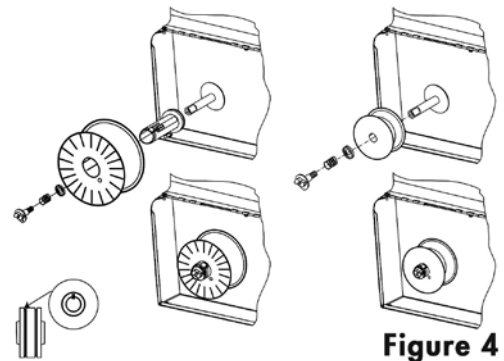
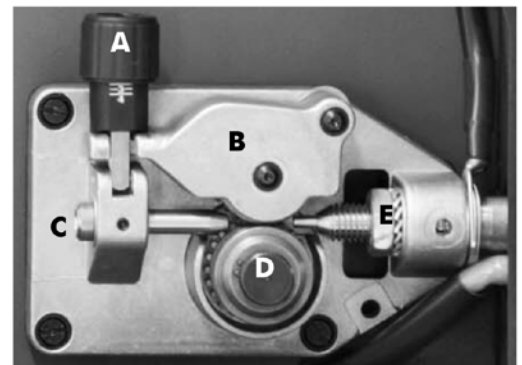

Figure 4
Figure 5
- Desserrez l'écrou du porte-bobine (tambour de frein) et retirez le ressort et l'anneau extérieur. (Fig. 4)
- Retirez la protection en plastique de la bobine (4) et placez la bobine de fil sur le porte-bobine.
- Desserrez et abaissez le bouton de plastique (A) (Fig. 5). Ouvrez le bras de pression (B) de l'alimentation
- Déconnectez le fil du bout du dévidoir en faisant attention de garder une tension au bout du fil. Coupez une petite portion au bout du fil pour vous assurer que le bout est bien droit. Insérez le bout bien droit dans le tube de guidage (C) après le dévidoir et dans le guide-fil. Abaissez le bras de pression (B) et soulevez le bouton d'ajustement de la pression (A) pour le mettre en place. Branchez le cordon d'alimentation et mettez la soudeuse en marche. Enfoncez la gâchette du chalumeau et observez l'alimentation du fil dans le guide-fil. Ajustez la pression sur le fil à l'aide du bouton (A) pour assurer une alimentation régulière sans glissement. Ne serrez pas trop l'ajustement de la pression, car cela pourrait endommager le moteur. Fermez le panneau de côté de la soudeuse. Retirez la buse et le point de contact du pistolet-soudeur. Mettez le câble du chalumeau à plat pour éliminer toutes spirales ou torsions. Enfoncez et maintenez la gâchette du chalumeau jusqu'à ce que le fil sorte du bout du col de cygne. Éteignez la soudeuse et installez le point de contact et la buse.